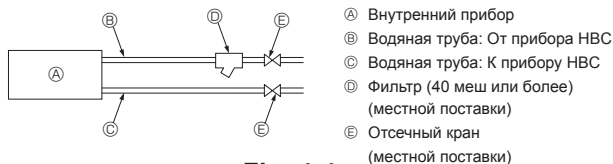

Fig. 4-4
10. Обратитесь к [Рис. 4-4] при подсоединении источника воды.